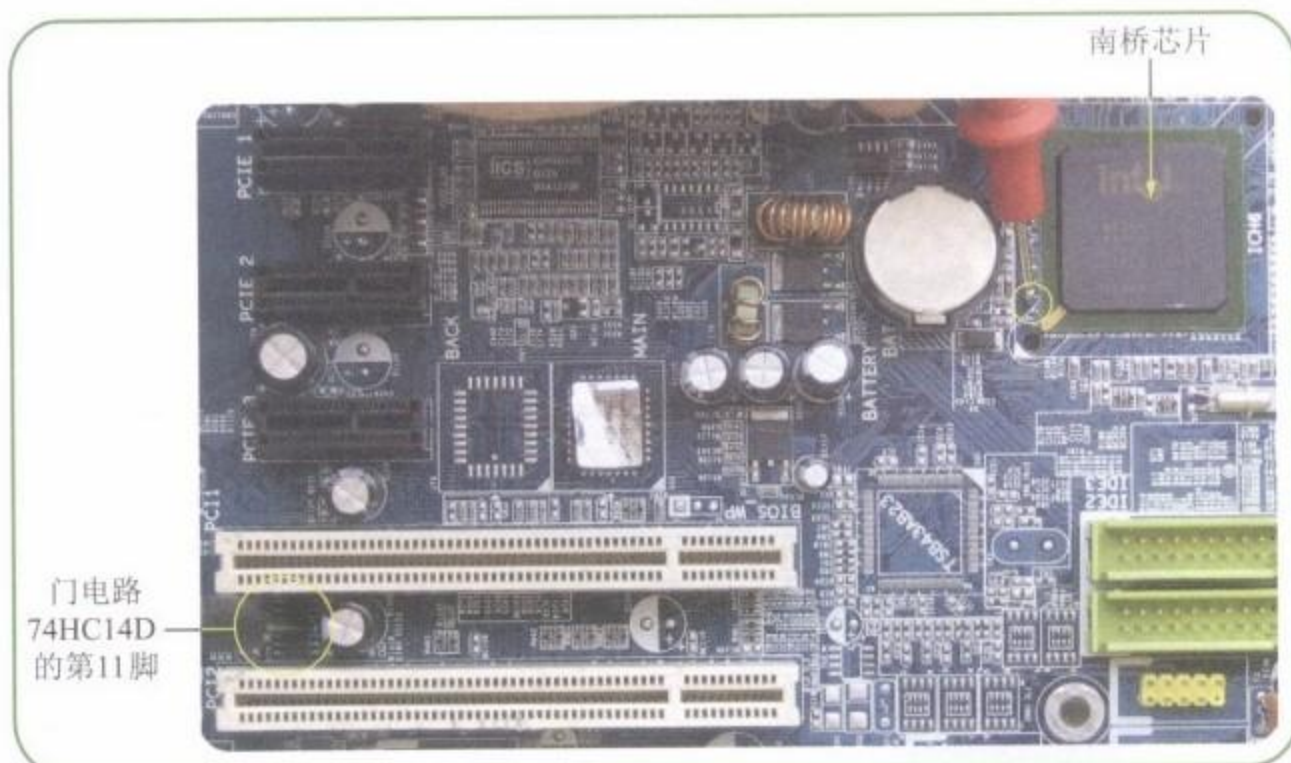

图10-22 测量南桥到门电路74HC14D的第11脚的线路
- Step 05 将万用表调到“蜂鸣”挡，测量南桥的PCIRST#引脚到门电路芯片第11脚的线路，如图10-22所示。